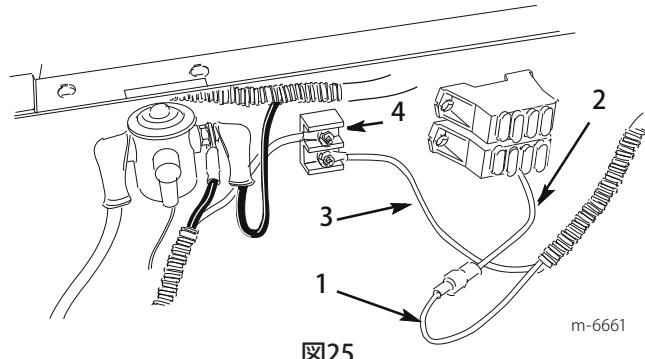

図25
12. アイ・リング・コネクタの付いた中間リード線をアース端子ブロックのアース端子に接続する(図25)。